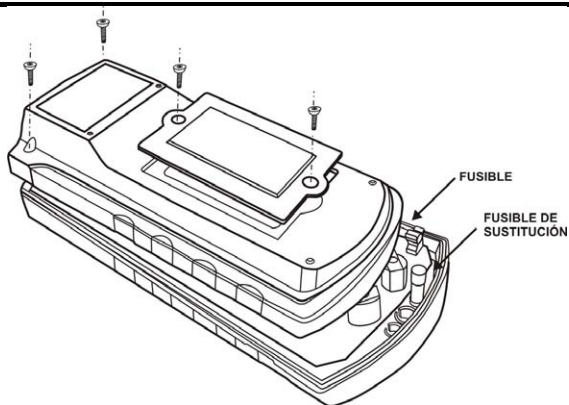

Figure 9.- Replacement du fusible.
1. Dévisser les vis avec un tournevis adapté et retirer le couvercle du compartiment de la pile comme le montre la figure 9.
2. Dévisser les vis avec un tournevis adapté et retirer le couvercle inférieur du compartiment de la pile comme le montre la figure 9.